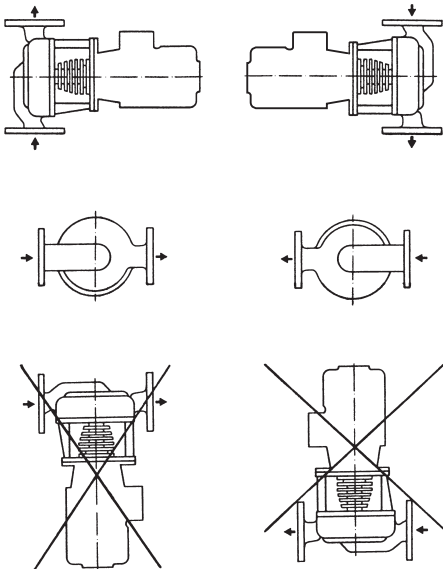

Fig. 7: Tillåtna monteringslägen
- Alla monteringspositioner utom "motorn nedåt" är tillåtna (se monteringslägen fig. 7).